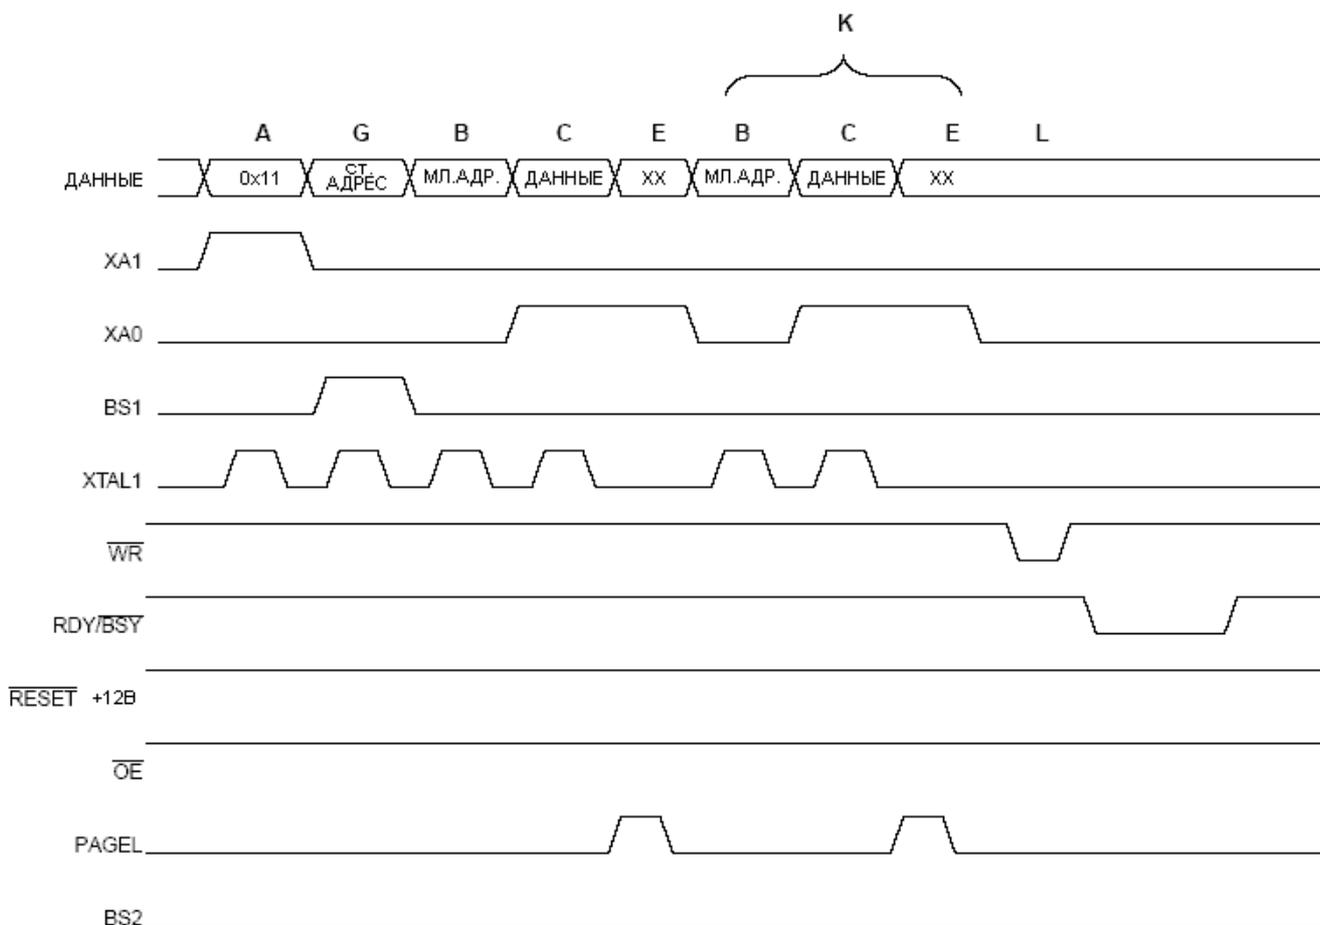

Рисунок 138. Осциллограммы сигналов программирования ЭСППЗУ
3. Ожидаем появление лог. 1 на RDY/BSY перед программированием следующей страницы (см. осциллограммы на рисунок 138).